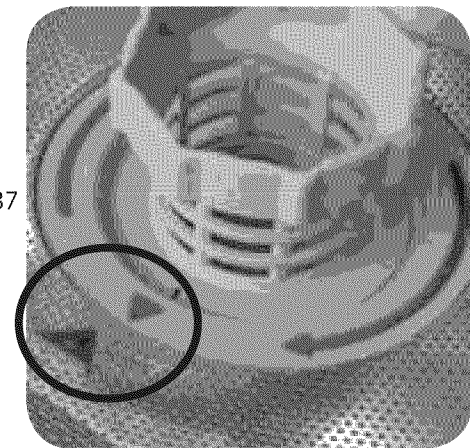

FIGURE 37
3. Tourner la poignée anneau dans le sens horaire de ¼ de tour jusqu'à ce qu'elle se verrouille. La flèche sur la poignée et celle du filtre fin doivent pointer l'une vers l'autre comme indiqué par le cercle à la figure 37.